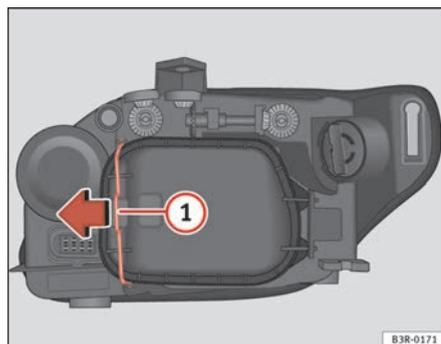

Fig. 204 Feux de croisement
Bien que ce ne soit pas nécessaire, retirez préalablement le couvercle rigide ⇒ page 278, fig. 204; il facilite le remplacement de l'ampoule de direction. ■
- Déplacez le tirant ⇒ fig. 204 ① dans le sens de la flèche et retirez le couvercle rigide en séparant d'abord le côté du tirant et en ôtant ensuite les deux languettes de l'autre extrémité du couvercle.